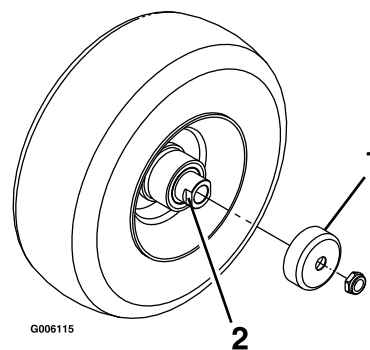

**Figura 45**
9. Togliete l'ingrassatore Zerk dal foro. Montate il tappo esagonale e lo scodellino parapolvere (Figura 45).